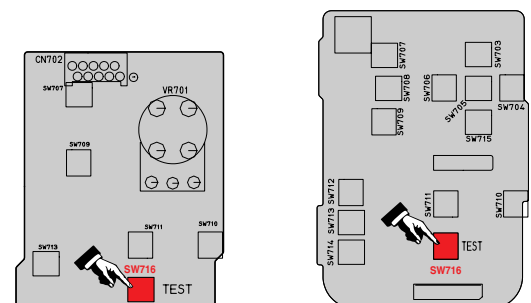

Fig. 25
- Taster SW716 (Fig. 25) auf der "Bedieneinheit rechts" drücken und anschließend die Taste »5« der Fernbedienung.